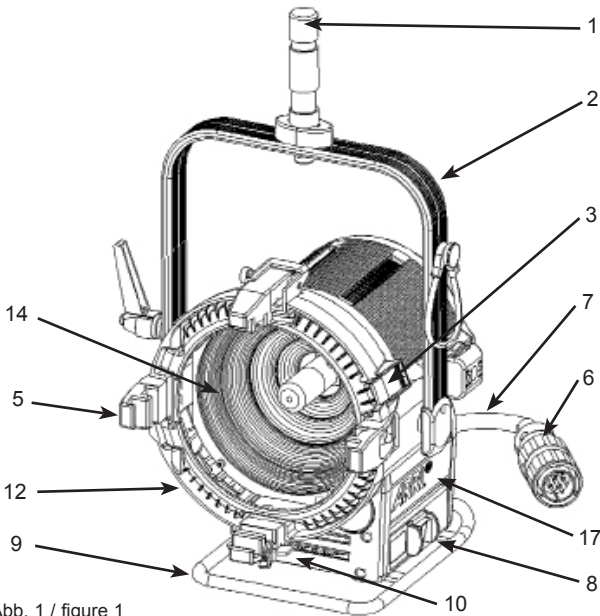

Abb. 1 / figure 1
- Scheinwerfer nicht ohne UV-Sicherheitsglas (14/Abb.1) und Reflektor (19/Abb.7) betreiben!
- Do not switch on the lamphead without UV protection glass (14/fig.1) and reflector (19/fig.7)!